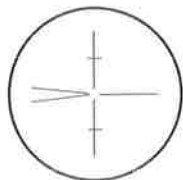

図3.6
1) ビープサイト③を使って、対物レンズ⑨を、目標物に向けます。
2) 接眼レンズ⑭を徐々に引き出しながら、焦点板十字線がぼける寸前で止めます。(図3.6)